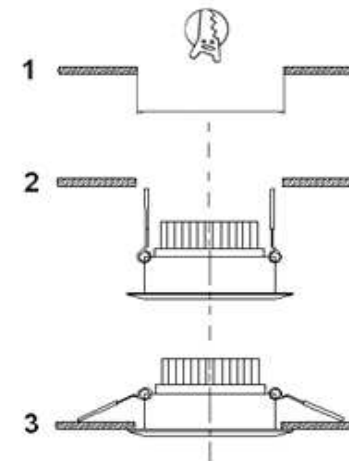

РИС. 1. Монтаж светильника
5.1. Монтаж светильника (см. РИС.1).
- б) Проверьте фактический взрезной размер светильника и подготовьте проем (вырез) в монтажной поверхности под установку светильника- 1 (Рис.1);
- г) Вставьте фиксирующие клипсы в пазы на боковых сторонах светильника, поднимите их вверх и установите светильник в подготовленный монтажный проем – 2 (Рис.1). Не допускайте пережатия питающих проводов. Не допускайте удерживания светильника на весу за счет питающего кабеля;
- е) Убедитесь, что светильник надежно удерживается в проеме – 3 (Рис.1);